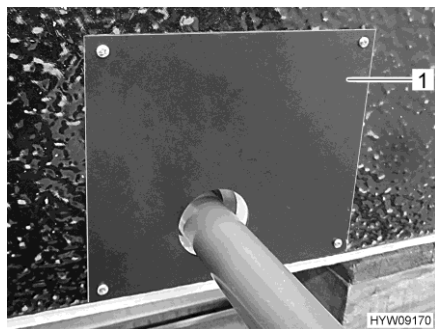

Fig. 157 Cubierta (bandeja del depósito de aguas residuales)
- Quitar la cubierta (Fig. 157,1) en la bandeja del depósito de aguas residuales.
- Instalar la cubierta (Fig. 157,1).